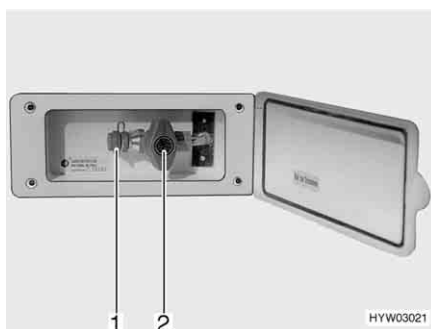

Fig. 116 Presa gas esterna (rubinetto di arresto del gas chiuso)
La presa gas esterna (Fig. 116) si trova, a seconda del modello, nella parte posteriore o sul lato destro o sinistro del veicolo.
- Collegare l'apparecchio a gas esterno all'attacco (Fig. 116,1).
- Aprire il rubinetto di arresto del gas (Fig. 116,2).